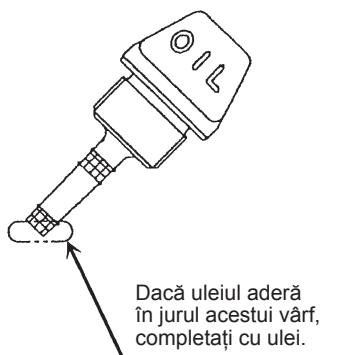
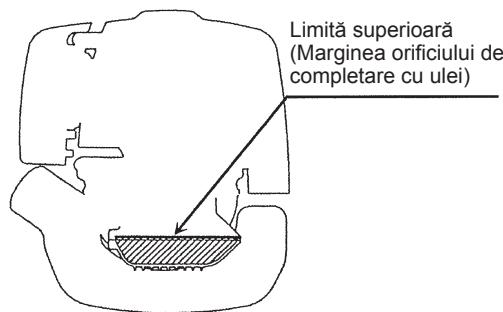

Fig. 1
Fig. 2
- În timp ce mențineți motorul drept, scoateți joja de ulei și verificați că uleiul se află între marcajele de limită superioară și inferioară. Când uleiul este atât de puțin încât joja de ulei atinge uleiul doar cu vârful, în special când joja de ulei rămâne introdusă în carter fără a fi înșurubată (Fig. 1), completați cu ulei nou până aproape de orificiu (Fig. 2).
(1) Țineți motorul drept, și scoateți joja de ulei.
(2) Comparați cu ulei până la marginea orificiului de completare cu ulei. (Consultați Fig. 2 din pagina anteroară). Alimentați cu ulei din recipientul de completare cu lubrifiant.
(3) Strângeți bine joja de ulei. Strângerea insuficientă poate cauza surgerea uleiului.